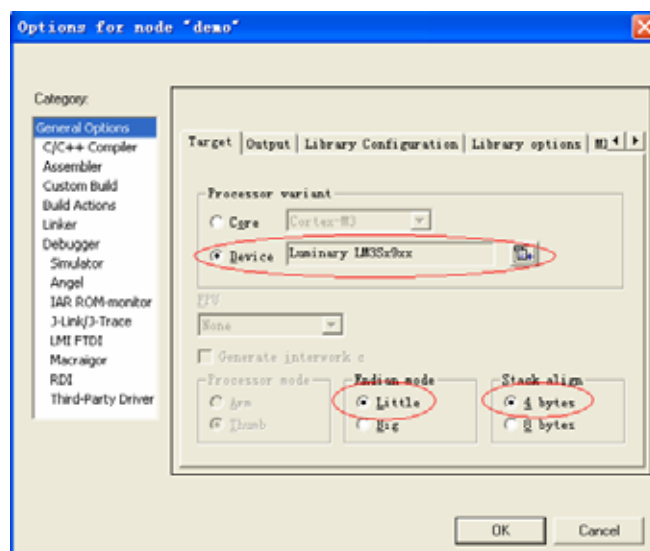

图 3.13 General Option 选项设置
- 在 Processor Variant 框中选择 Device。并点击右边的器件选择按钮，选择芯片型号 Luminary LM3Sx9xx。同时 Endian mode 选择 Little，Stack align 选择 4 byte。如图 3.13 所示；